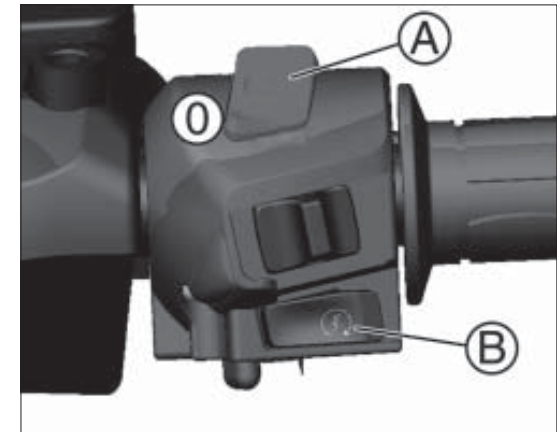

fig. 2
- asegúrese de que el botón A Fig. 2 esté en posición 0
- tire una de las dos manetas del freno del manillar (o pise el freno de pedal) y pulse el botón de arranque B fig.2.